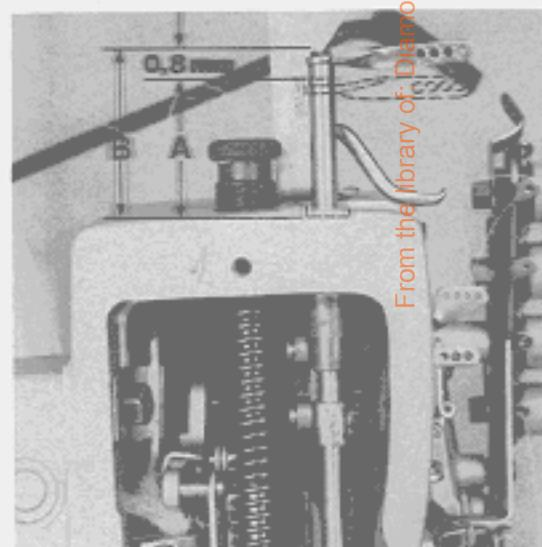
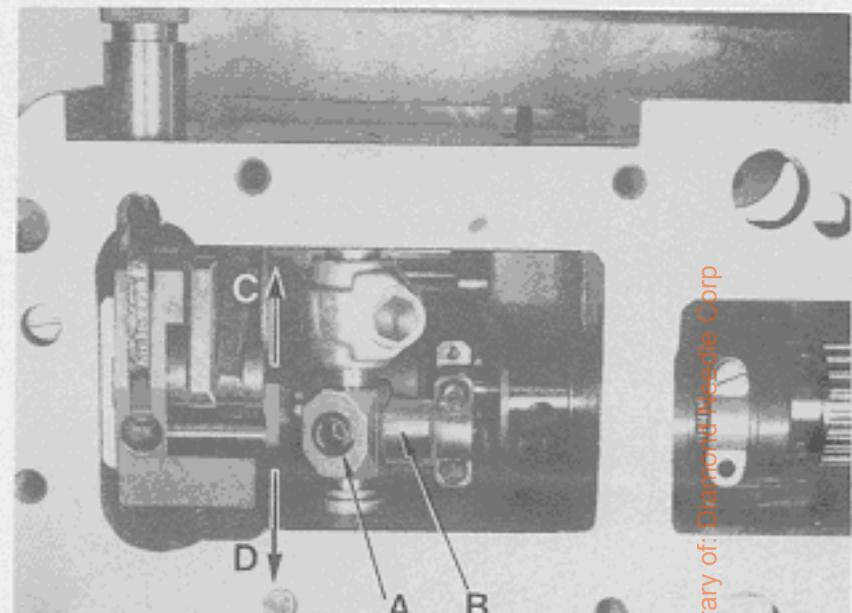

Fig.67
Fig.68
3. Measure dimension "A", Fig. 67 with a slide rule and note it.
6. Measure dimension "B", Fig. 67.
The machine is synchronized correctly if dimension "B" is 0,8 - 1 mm (.032-.040 in.) larger than dimension "A" (see Fig. 67).
2. Loosen screw (A, Fig. 68).
3. If the difference between dimension "A" and dimension "B" (Fig. 67) is less than 0,8 - 1 mm (.032-.040 in.), lever (B, Fig. 68) must be moved in the direction of the arrow towards "D".
- If the difference is more than 0,8 - 1 mm (.032-.040 in.), lever (B) must be moved in the direction of the arrow towards "C".
3. Messen Sie mit einer Schieblehre das Maß "A", Fig. 67 und merken Sie es sich.
6. Messen Sie das Maß "B", Fig. 67.
Ist das Maß "B" um 0,8 - 1 mm größer als das Maß "A", ist die Maschine richtig synchronisiert (siehe Fig. 67).
2. Lösen Sie die Schraube (A, Fig. 68).
3. Ist der Unterschied zwischen Maß "A" und Maß "B" (Fig. 67) kleiner als 0,8 - 1 mm muß der Hebel (B, Fig. 68) in Pfeilrichtung nach "D" verschoben werden. Ist der Unterschied größer als 0,8 - 1 mm muß der Hebel (B) in Pfeilrichtung nach "C" verschoben werden.